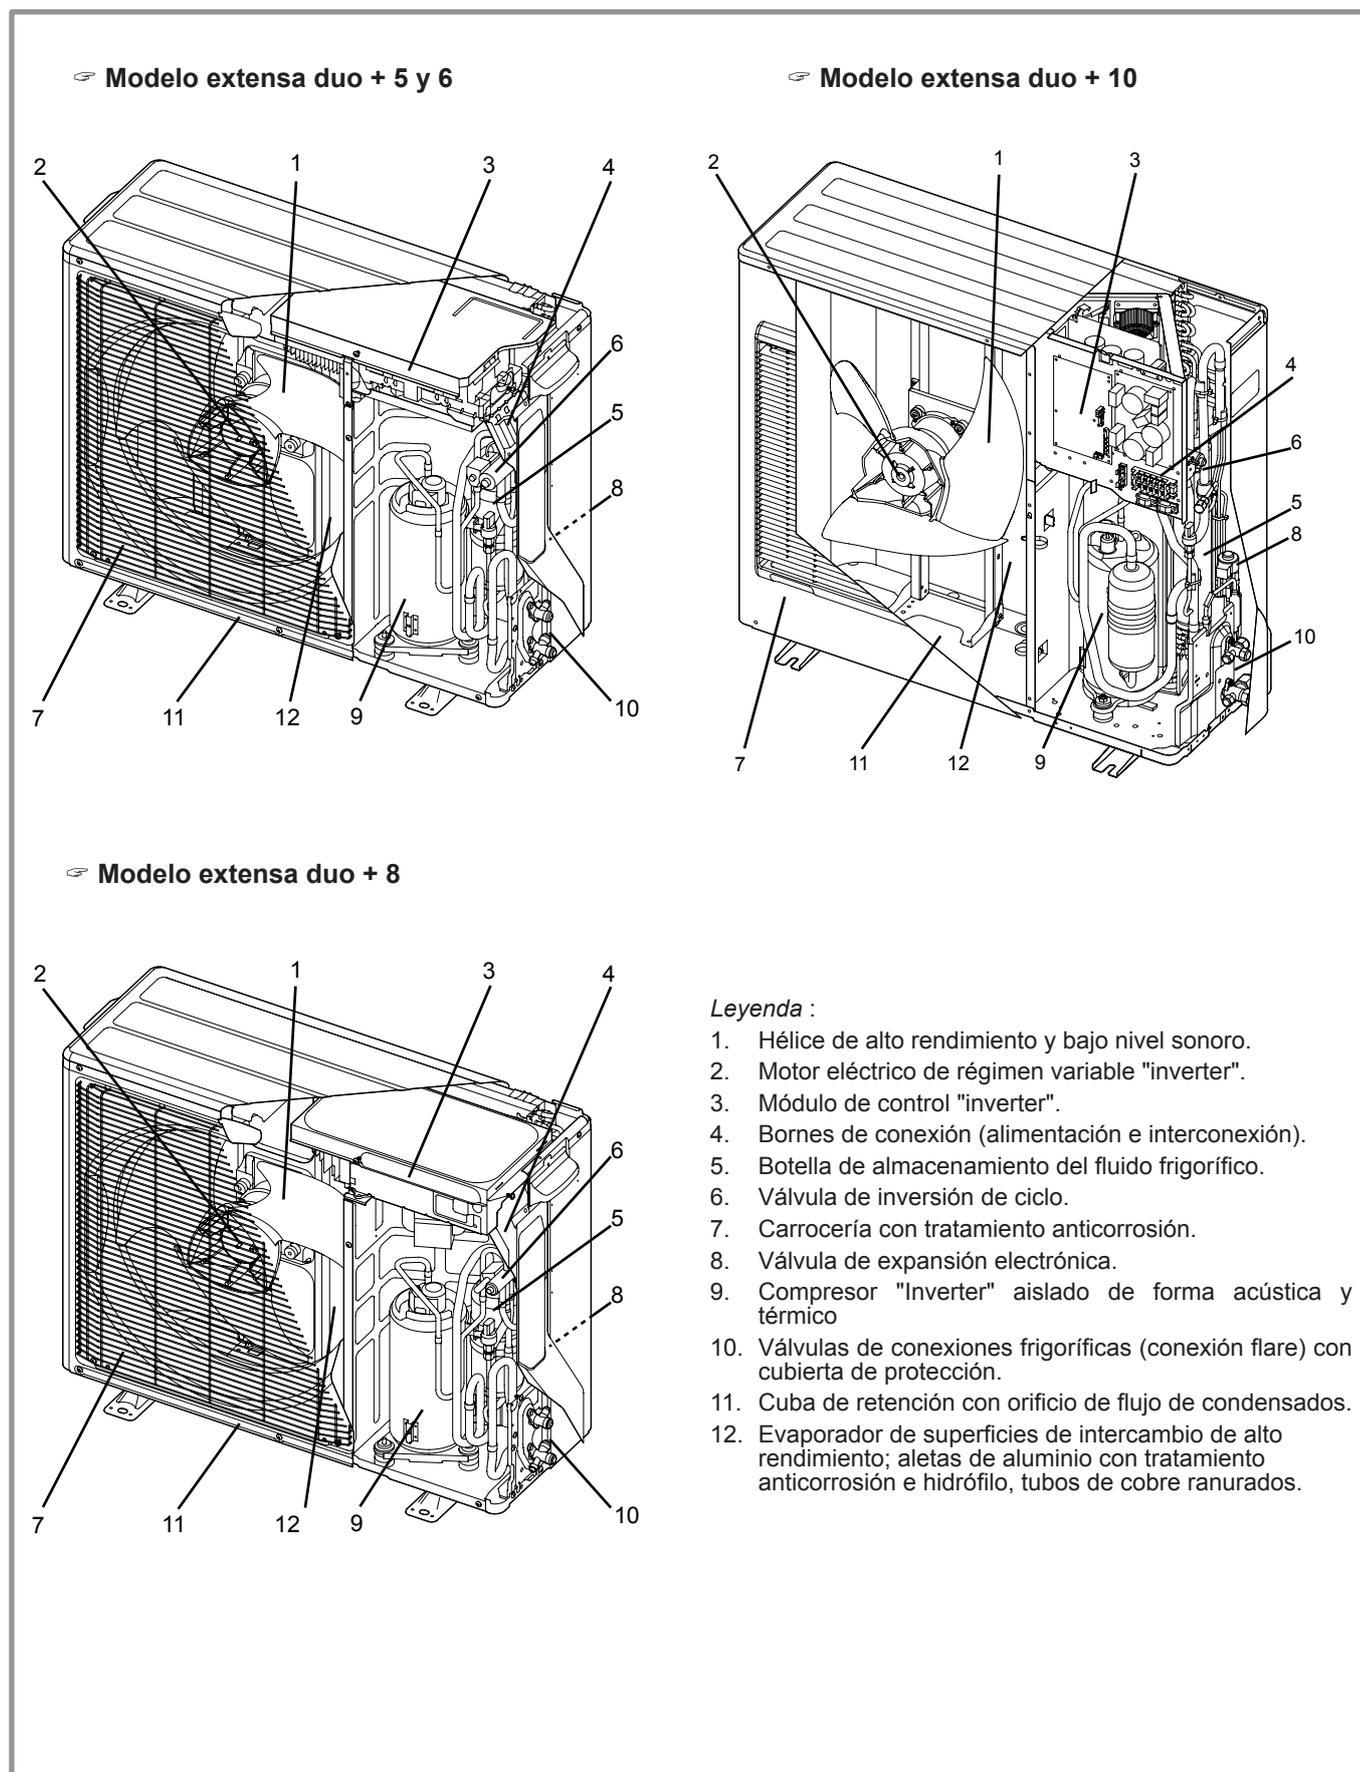

figura 6 - Órganos de la unidad exterior
- En el evaporador (número **12**, figura 6, página 9) : las calorías se retienen en el aire exterior y se transmiten al fluido frigorífico. Dado que su punto de ebullición es bajo, pasa del estado líquido al estado de vapor, incluso con tiempo frío (hasta -20 °C en el exterior).
- En el compresor (número **9**, figura 6, página 9) : el fluido frigorífico vaporizado se lleva a alta presión y se carga de más calorías.
- En la válvula de expansión (número **8**, figura 6, página 9) : el fluido frigorífico licuado se lleva a baja presión y recupera su temperatura y su presión inicial.